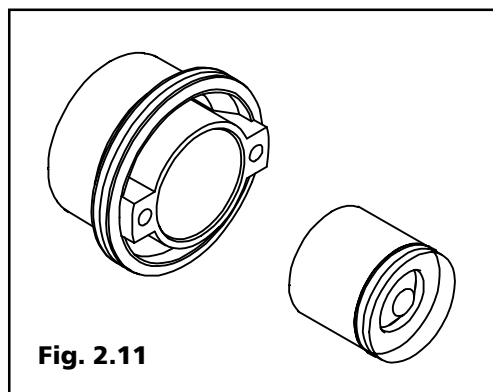

Fig. 2.11
5) By-pass automatico circuito riscaldamento (Fig. 2.11): è composto dalla valvola by-pass (simile alla valvola di ritegno utilizzata all'ingresso del circuito primario dello scambiatore secondario) e dal suo alloggiamento. Per la versione 28 KW la molla è tarata a 530 gr., mentre per la 32 KW è 610 gr.